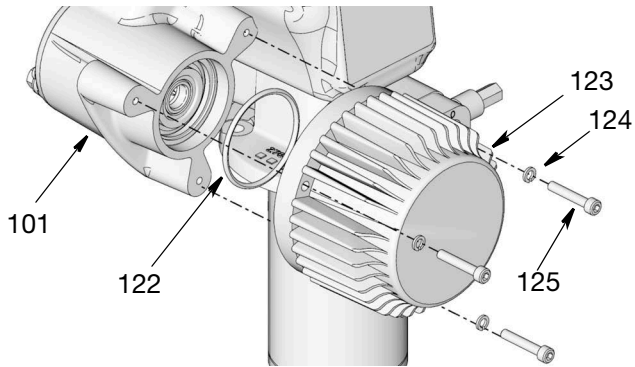

图 59
2. 在 O 形圈 (122) 上涂抹薄薄一层润滑脂。将 O 形圈 安装到电机 (123) 中 (图 59)。
3. 使用螺丝 (125) 和垫圈 (124) 安装新电机 (123) (图 59)。用扳手将螺丝紧固。用 17-19 ft-lb (23 - 25 牛·米) 的扭力拧紧。